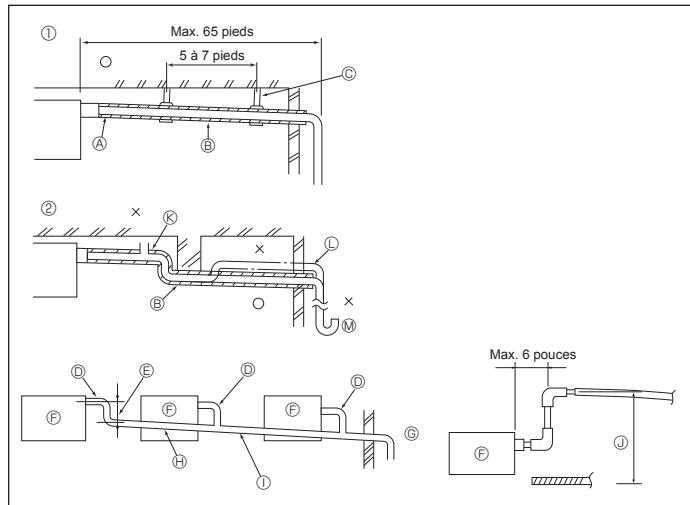

Fig. 6-1
6.1. Mise en place du tuyau d'écoulement (Fig. 6-1)
① Tuyauterie correcte	⑤ Support métallique
② Tuyauterie incorrecte	⑥ Purgeur d'air
③ Isolation (9 mm (11/32 pouce) minimum)	⑦ Relevé
④ Pente descendante (1 % minimum)	⑧ Piège à odeurs